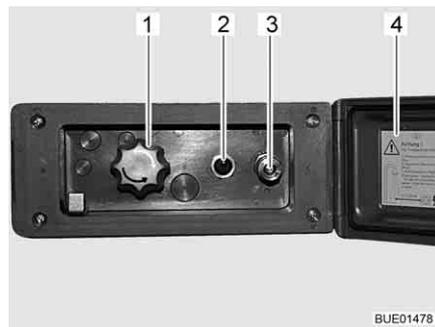

Bild 161 Duschanschluss außen
- Deckel (Bild 161,4) entriegeln und öffnen.
- Schlauch der Außendusche am Schnellverschluss (Bild 161,3) anschließen.
- Wasserpumpe mit Schalter (Bild 161,2) einschalten.
- Wassertemperatur mit Drehknopf (Bild 161,1) nach Wunsch einstellen.
- Wasserpumpe mit Schalter (Bild 161,2) ausschalten.
- Deckel (Bild 161,4) schließen und mit Schlüssel verriegeln.
- Drehknopf (Bild 161,1) auf Mittelstellung stellen.